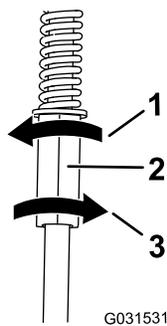

Figure 50
4. Tournez ensuite la tige de commande d'un quart de tour à la fois jusqu'à ce que la machine avance en ligne droite (Figure 50).